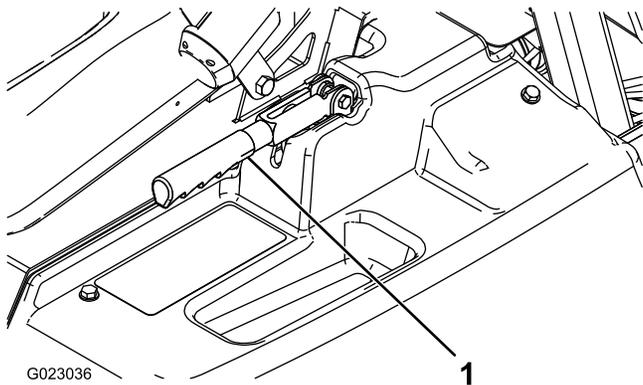

図 36
2. ブレーキレバーに調整ノブを固定している固定ネジをゆるめる(図 36)。